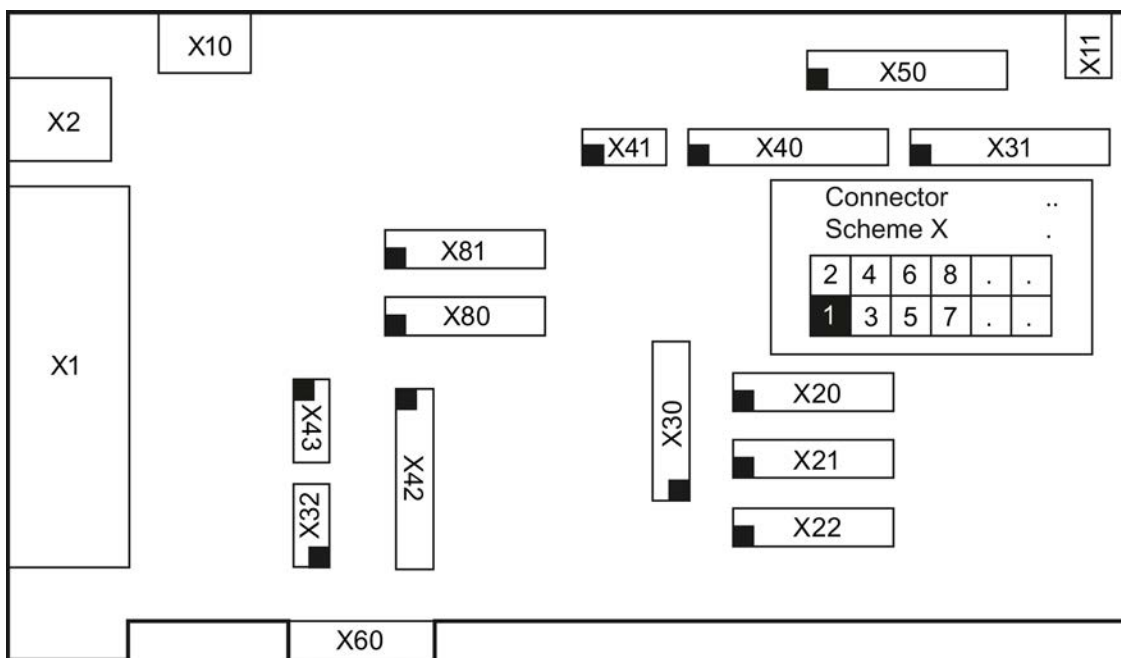

Bild 4-12 Steckerübersicht für Evaluation Board EB 200P
3. Verbinden Sie eine freie USB-Schnittstelle ihres PCs mit dem USB-Port (RS232 via USB) des EB 200P, siehe Terminal-Verbindung in Bild 4-12 Steckerübersicht für Evaluation Board EB 200P (Seite 31).